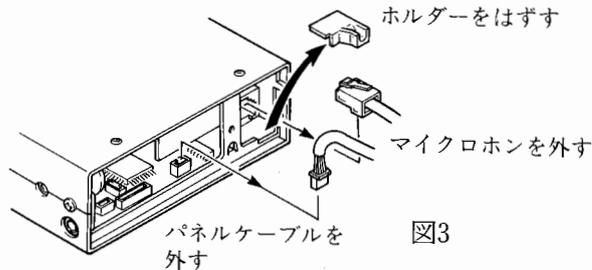

図3
3. 付属の2種類のコネクタの内2個のコネクタが付いている方(接続コード②)を使用します。2個のコネクタを本体のソケットに接続します(図3-(B))。
4. ユニットのCPUの上に貼付けます(図3)。
3. トランシーバー本体に接続されているパネルケーブルを外します。(図3)